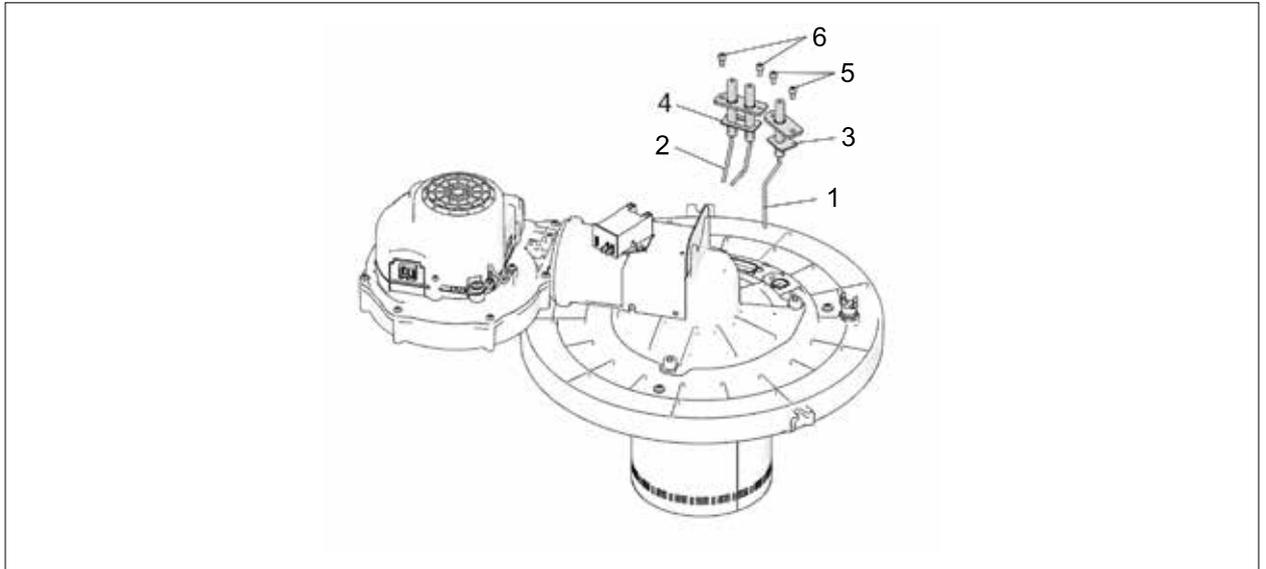

Fig. 6.3 Cambiar electrodos
- ▶ Apretar los tornillos de fijación (5) Fig. 6.3 con un par de 3 Nm.
- ▶ Apretar los tornillos de fijación (4) Fig. 6.3 con un par de 3 Nm.